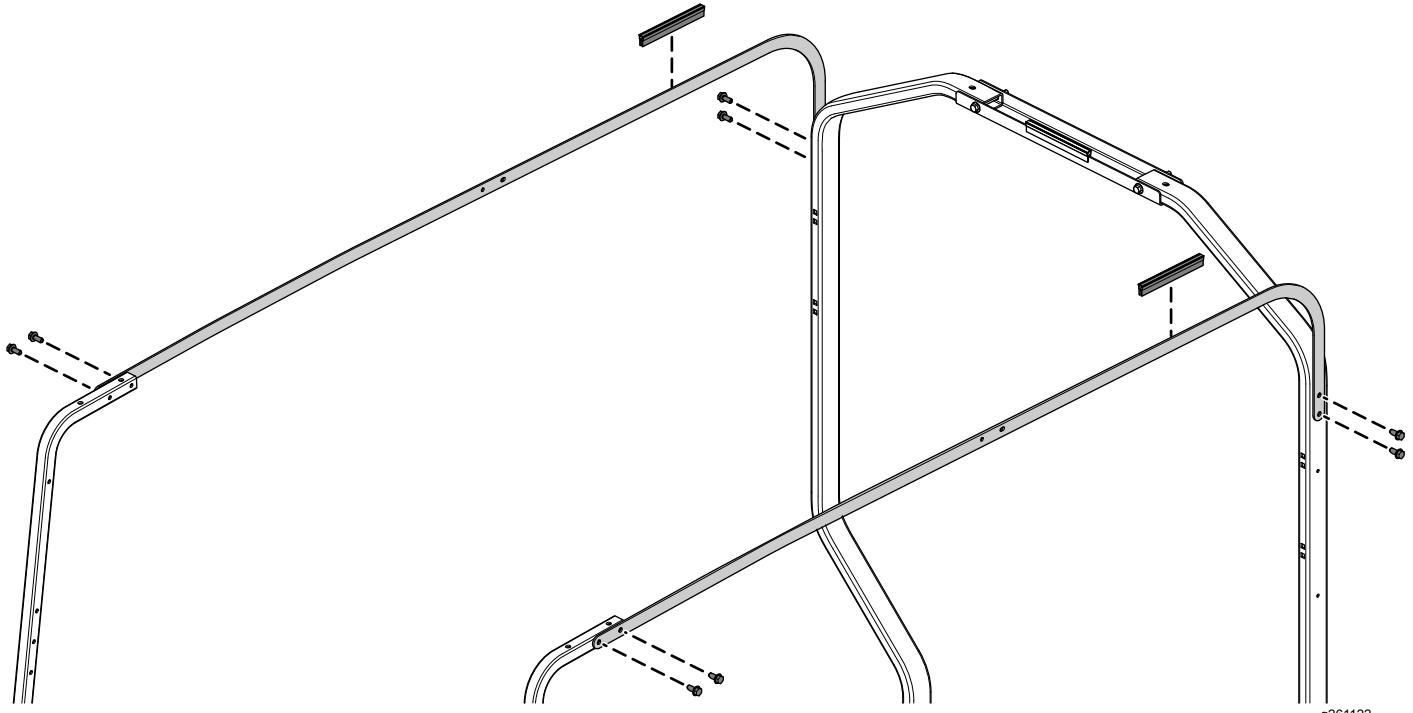

Figure 14
1. Fixez les 2 supports d'abri longs aux tubes de montage avant et arrière à l'aide de 8 boulons à tête hexagonale à embase (5/16" x 3/4"), comme montré à la Figure 14.
2. Installez les 2 joints de garniture sur les 2 supports d'abri longs (Figure 14).